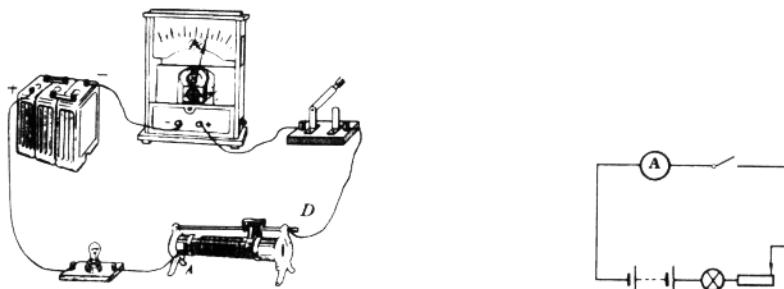

图 2-8 实验电路图
3. 使用方法:把一上一下两接线柱接入电路中,例如把接线柱 A 和 D 连入电路中,即把接线柱 A 到滑片 P 之间的电阻线连入电路。滑片向 A 端移动,电路的电阻线变短,连入电阻变小;反之,则滑片向 D 端移动,连入电路的电阻线变长,电阻变大。一般先把变阻器调到最大值,再逐渐往小调节,以防损坏用电器(如图 2-8)。